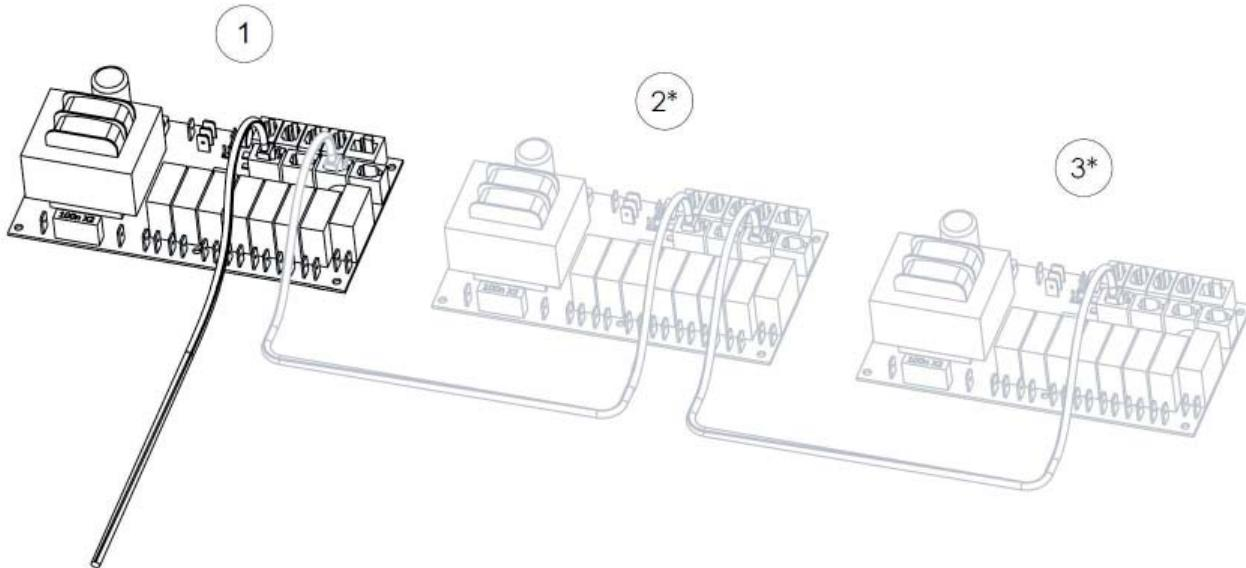

Fig. 16
Pour l'interconnexion des générateurs, il convient d'utiliser un câble basse tension (4 fils) avec un connecteur RJ10, (Fig. 16.) Voir la partie »Description du contact modulaire» (Fig. 17) pour de plus amples informations concernant la configuration des broches.
Si un générateur de vapeur doit subir une maintenance, les autres peuvent continuer à fonctionner. Un générateur désigné comme secondaire peut être déconnecté en supprimant le fil entre les cartes électroniques. (Fig. 16)
2. Débranchez le câble qui relie les cartes électroniques (Fig. 16)